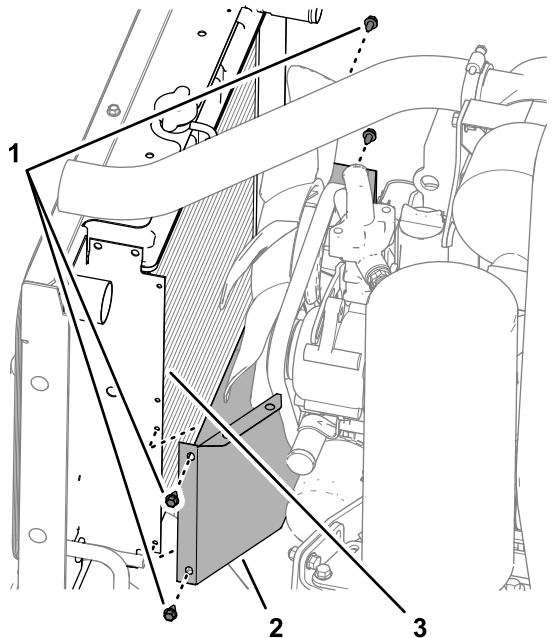

**Figura 18**
1. Rimuovete le 4 viti a testa flangiata ( $\frac{1}{4}$ " x  $\frac{1}{2}$ "") che fissano la copertura superiore della ventola alla flangia del radiatore e rimuovete la copertura dalla macchina (Figura 18).